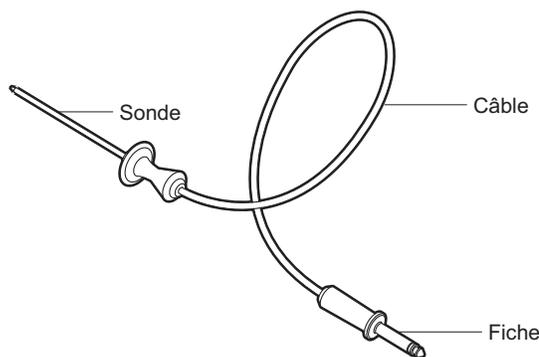

Figure 28 : Sonde thermique
2. Insérez le bout de la fiche dans la prise (voir *Figure 28*).